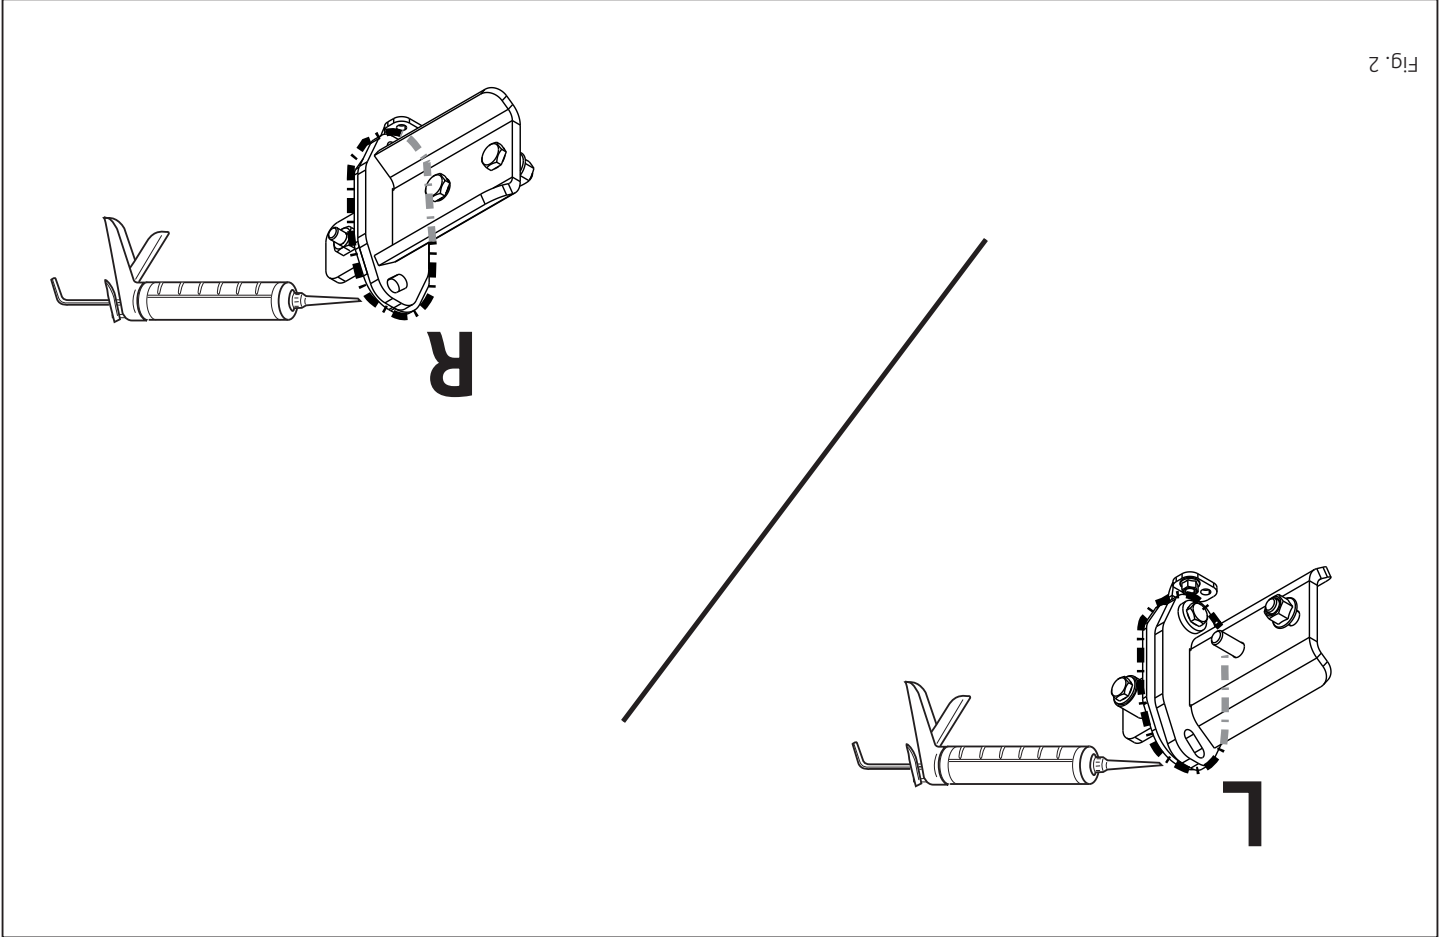

Fig. 2
8. Kit de aangegeven delen af (zie fig.2)
- Seal the portions indicated (see fig. 2).
- Die angegebenen Teile kitten (siehe Abb. 2).
8. Герметизировать обозначенные части (см. рис. 2)